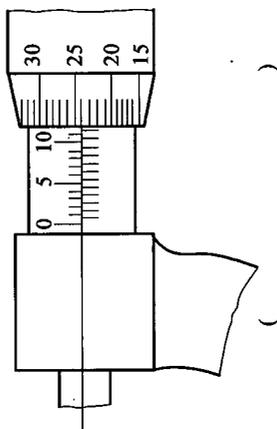
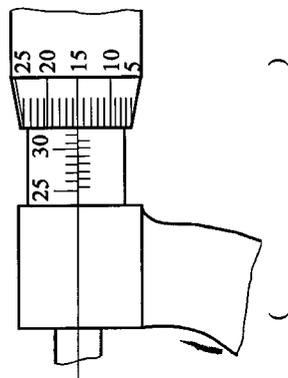

图 3-4
图 3-5
2. 读出图 3-4、图 3-5 中的尺寸，并将答案写在括号内。